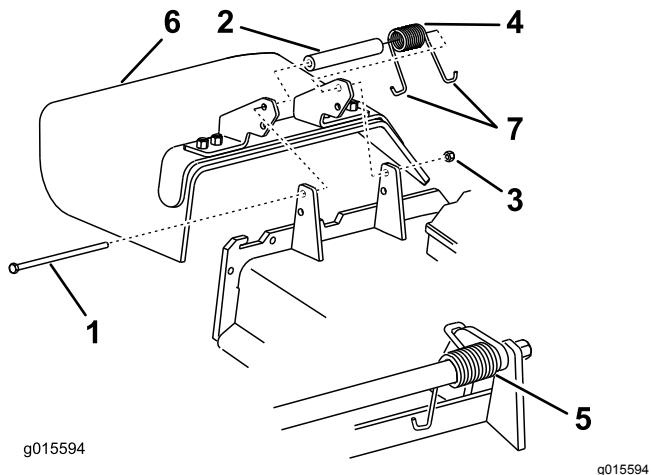

Figura 104
6. Coloque 1 extremo en J del muelle alrededor del deflector de hierba (Figura 104).
1. Retire la contratuerca, el perno, el muelle y el espaciador que sujetan el deflector a los soportes de pivote (Figura 104).
2. Retire el deflector de hierba dañado o desgastado (Figura 104).
Nota: Asegúrese de colocar un extremo con gancho en J del muelle detrás del reborde de la carcasa antes de instalar el perno, según se muestra en Figura 104.